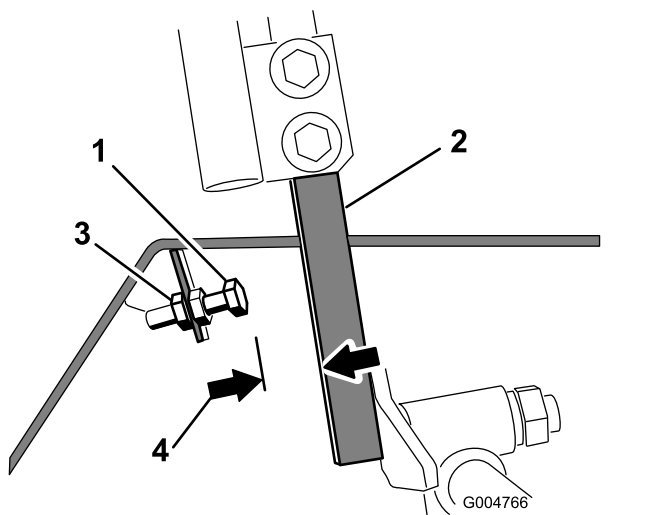

Figura 55
- Afloje la contratuerca del perno de tope de una palanca de control (Figura 55).